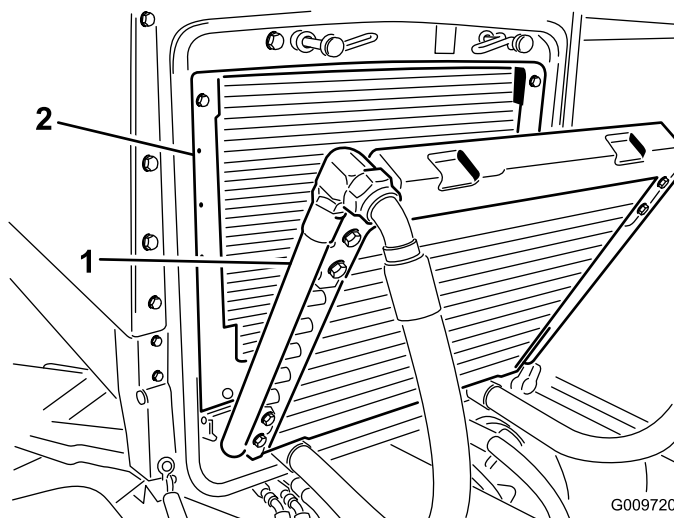

Figure 47
3. Basculez le refroidisseur d'huile en arrière. Nettoyez soigneusement les deux côtés du refroidisseur et la surface autour du radiateur (Figure 47) à l'air comprimé. Commencez par l'avant et soufflez les débris vers l'arrière. Nettoyez ensuite en soufflant de l'arrière vers l'avant. Répétez cette procédure plusieurs fois jusqu'à ce qu'il ne reste plus aucun débris.